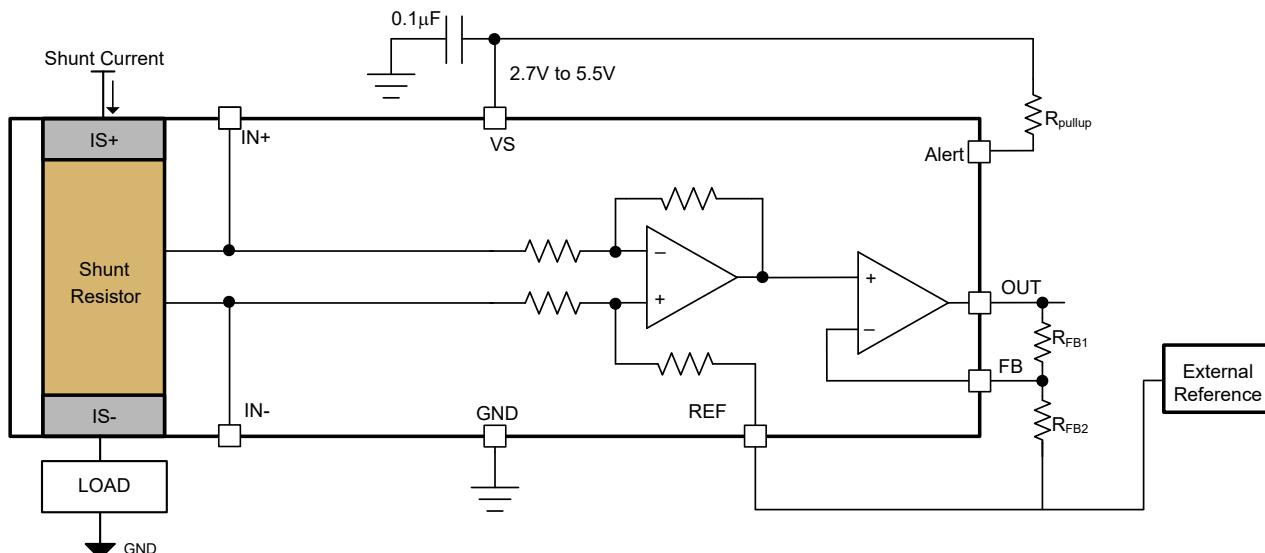

図 6-7. 外部抵抗分割器による調整可能なゲイン設定
INA791x は、2 つの外付け抵抗ネットワークでゲインを調整可能です。デフォルトのゲインは 20mV/A であり、外付けの可変ゲイン抵抗ネットワークを追加することで、総ゲイン (G) は最大 400mV/A の範囲に対応できます図 6-7 に、外付けゲインを追加するように構成された 2 つの外付け抵抗 R_{FB1} および R_{FB2} を示します。式 2 は外部可変ゲインの計算に使用でき、式 3 は外付け可変ゲインでのシステムの合計ゲインを示します。リファレンスピンによる出力の調整に示すように、REF ピンと抵抗 R_{FB2} の一方の端は、OUT ピンで必要な電圧に基づいて、外部リファレンスに接続されています。